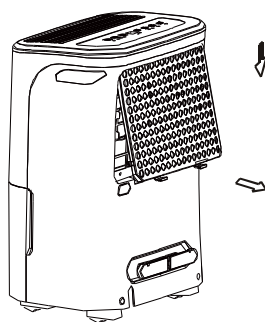

Fig. 8
- Chwycić za zaczep i pociągnąć go w górę, a następnie wyciągnąć jak pokazano na Rys.8.